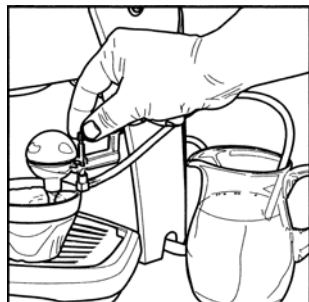

図34
- ・ (図 34) - 項目 8 の記載通り、スチームを噴出させます。ミルクフォームの泡立ちを調節するために抽出ピンを回しながら上下に動かしてください。